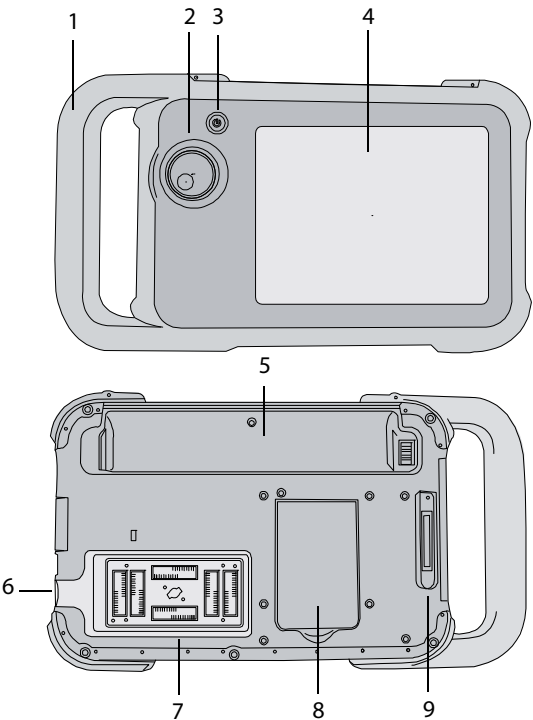

Figura 1 Parte frontal (superior) e traseira (inferior) do sistema
A parte traseira do sistema possui um compartimento para bateria, um compartimento para transdutor e um conector para acoplamento do NanoMaxx™. A lateral possui duas portas USB. (consulte Figura 1 na página 1).
O pedestal possui portas para a fonte de alimentação, o cabo da impressora e outros itens. Ele é conectado na parte traseira do sistema. (consulte Figura 1 na página 1). Cada porta tem um símbolo que descreve sua função.
- ❖ Insira o pedestal no respectivo conector localizado na parte traseira do sistema. (consulte Figura 1 na página 1).
- 2 Conecte o cabo de alimentação CC da fonte de alimentação à sua porta no pedestal. Consulte Figura 1 na página 1.
Para evitar o risco de choques elétricos, não toque no conector do transdutor (que representa o compartimento do transdutor) do sistema quando o transdutor não estiver conectado. Consulte Figura 1 na página 1.
❖ Insira o dispositivo de armazenamento USB em uma porta USB no sistema. Consulte Figura 1 na página 1.